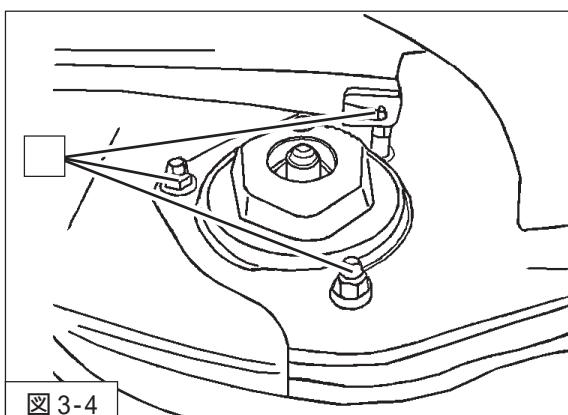

図 3-4
6. ダンパークリップ取付ナットを取り外してください。(図3-4)